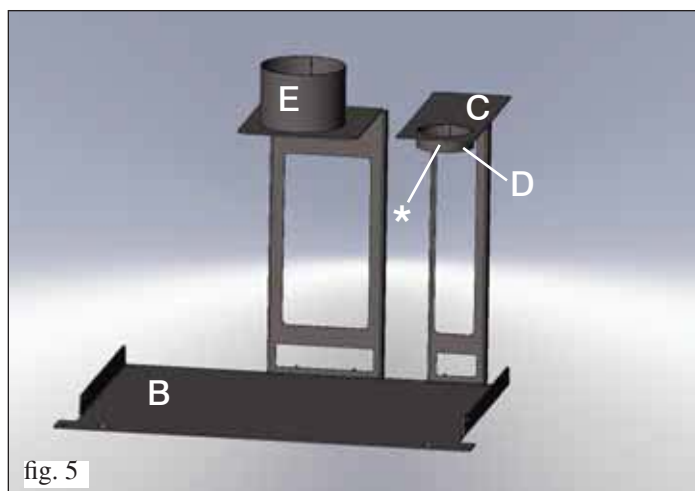

fig. 5
- Tagliare il tubo a misura e calzare il terminale del tubo stesso al collare della staffa di centraggio (E fig. 3 a lato e fig. 5 a pag. 11) e fissarlo tramite le fascette in dotazione.
• Calzare la canna fumaria sul collare della staffa (**C**) appoggiandolo sulla apposita vite (*) (fig. 5).
• Calzare il tubo di carico pellet sul collare della staffa (**E** fig. 5 a lato e fig. 3 a pag. 9) fissandolo con la fascetta in dotazione.